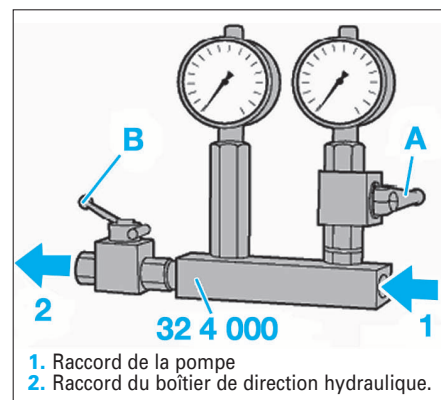

FIG. 20
- Raccorder l'outil 32 4 000 (dispositif pour le contrôle de la pression de la pompe de direction assistée) avec des bagues d'étanchéité neuves à la pompe et à la conduite de pression (Fig.20).